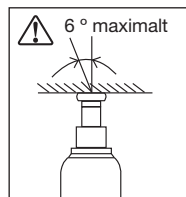

Fig. 4 - Lutande belastning
**WARNING!:** Under lyft får belastningens lutning inte överstiga 6 grader. Se fig. 4.